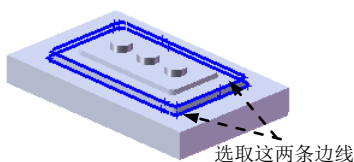

图 17.8.16 圆角 2
Step9. 创建图 17.8.16 所示的圆角 2。选取图 17.8.16 所示的两条边线为圆角放置参照，圆角半径为 3.0。